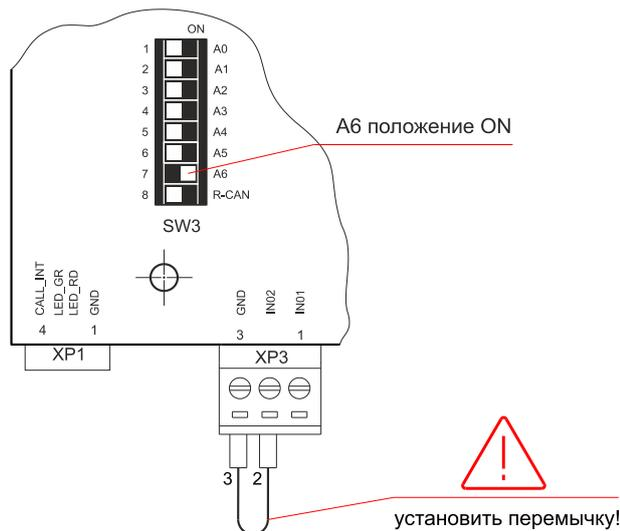

Рисунок 4 – Перевод АПУ-2Н в режим «КОНСЬЕРЖ»
- Установить перемычку между GND и IN2 разъёма ХР3. (См. рис. 4)